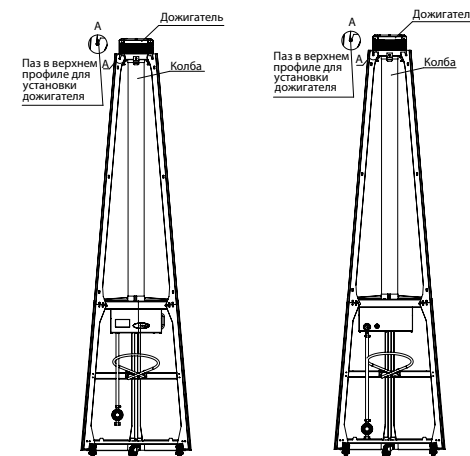

Рис. 12 Установка колбы и дожигателя
- Извлеките из коробки колбу и аккуратно вставьте дожигатель в сборе на профили дожигателя (рис.12), фиксируя колбу, затяните винты;